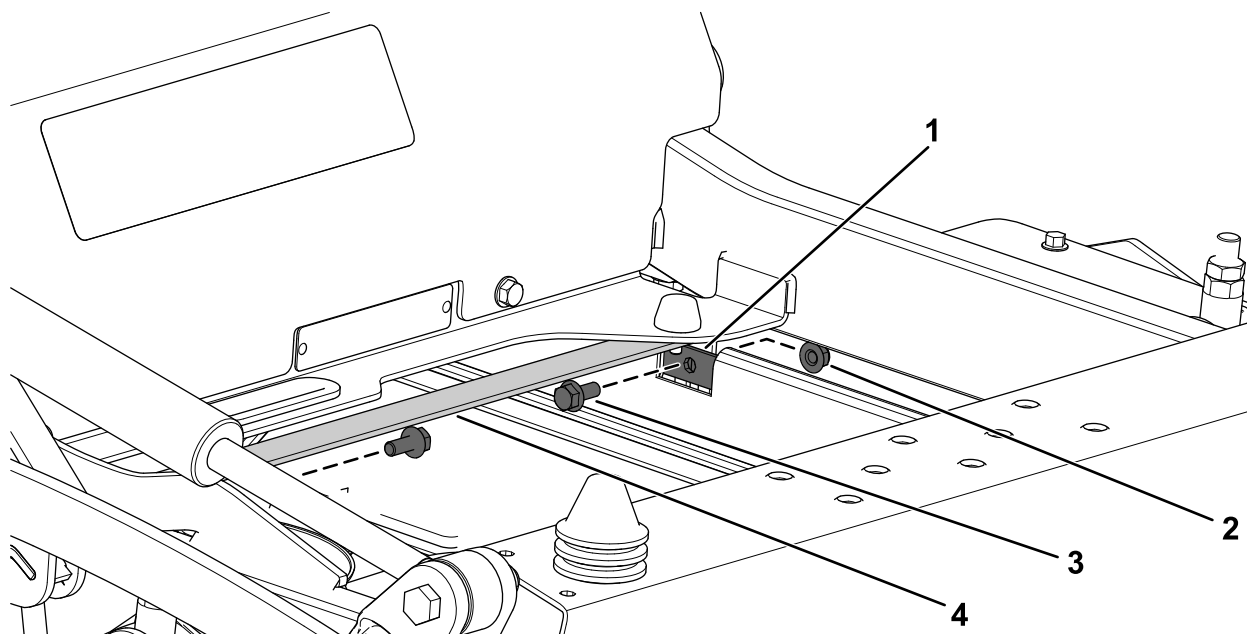

Figura 23
11. Sujete la varilla de soporte superior izquierda y la varilla de soporte superior derecha al refuerzo del travesaño usando 2 pernos con arandela prensada ($\frac{5}{16}$ " x $\frac{3}{4}$ ") y 2 tuercas con arandela prensada ($\frac{5}{16}$ ") en cada lado (Figura 23).